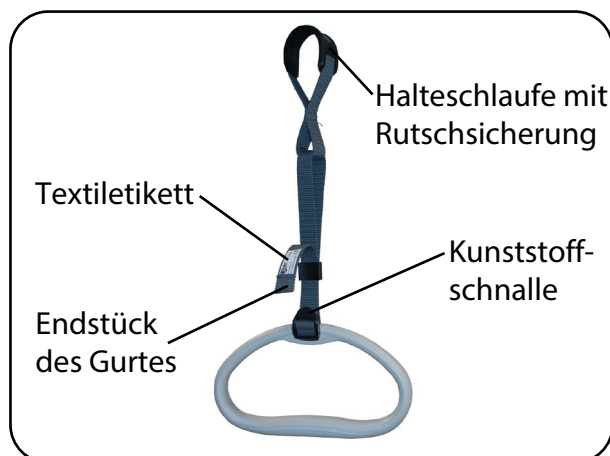

Abb. 6.3.03 – Haltegriff und Gurt
5. Passen Sie die Höhe des Haltegriffs an die individuellen Patientenbedürfnisse an. Das Gurtband hat einen Verstellbereich von 20cm und kann über die Kunststoffschnalle (Abb. 6.3.03) verstellt werden. Hierbei darf der Griff nicht belastet sein. Achten Sie darauf, dass das Endstück des Gurtes min. 3cm über der Kunststoffschnalle steht (Abb. 6.3.03).